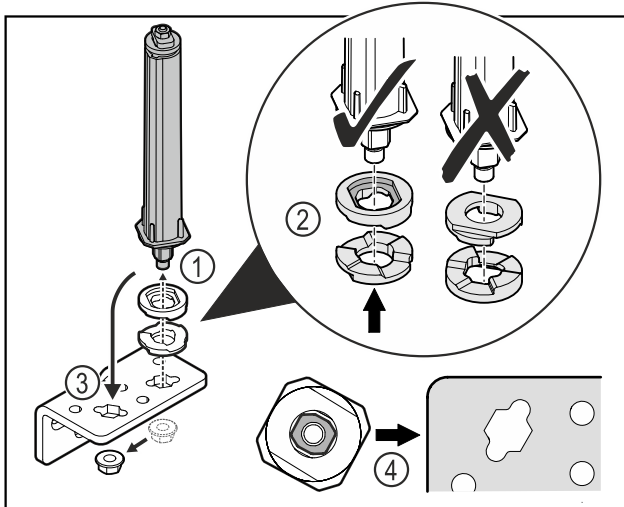

Fig. 34
- Moer losmaken en deursluitsysteem verwijderen Fig. 34 (1).
- De correcte uitlijning van de hoogte-instelschijven in acht nemen Fig. 34 (2).
- Deursluitsysteem in de scharnierhoek verplaatsen en met de moer vastzetten Fig. 34 (3).
- Bij het plaatsen de correcte uitlijning van het deursluit-systeem in acht nemen Fig. 34 (4).